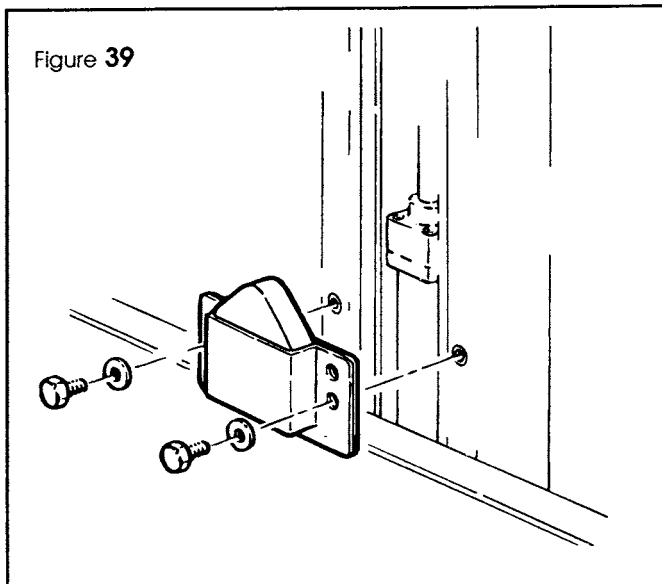

Figure 39
2. breng de twee schokbrekersteunen aan weerszijden van de steunpalen aan, waarbij de schroeven in het onderste paar gaten wordt aangebracht, zoals te zien is in figure 39. Het bovenste stel gaten moet alleen gebruikt worden voor de afstelling van de bovenste en de onderste kleefkoppen op het aanbrengen van een strook plakband van 50mm.